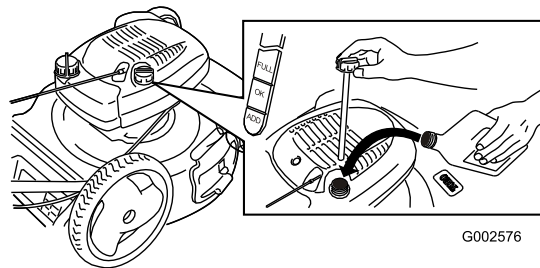

Figure 10
1. Retire la varilla, límpiela, y vuelva a colocarla (Figure 10).
2. Retire la varilla y compruebe el nivel de aceite (Figure 10). Si el nivel de aceite está por debajo de la marca **Add** de la varilla, vierta **lentamente** aceite en el tubo de llenado hasta que el nivel llegue a la marca **Full** de la varilla. **No llene demasiado.** (Capacidad máxima: 0,6 l, tipo: SAE 30W, aceite detergente con clasificación de servicio API SF, SG, SH, SJ, SL o superior.)